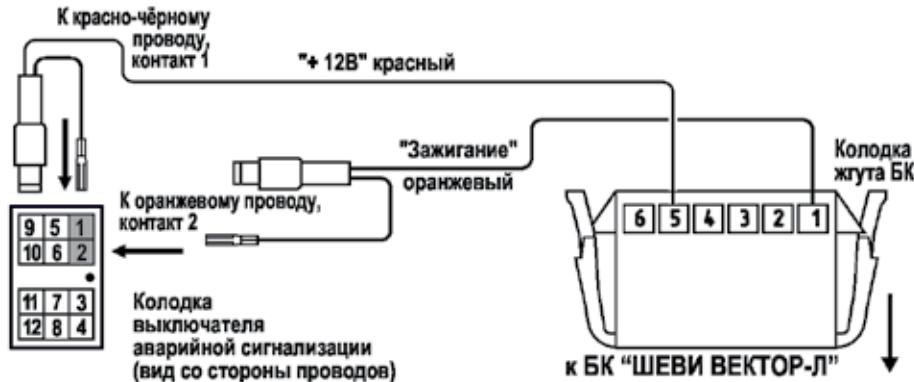

Рис. 12 Схема подключения жгута №2 для а/м 55-й комплектации с заглушкой (без АБС и ПБ) с 2009 г.
4.6 Подключение жгута №2 (см. Рис.12).